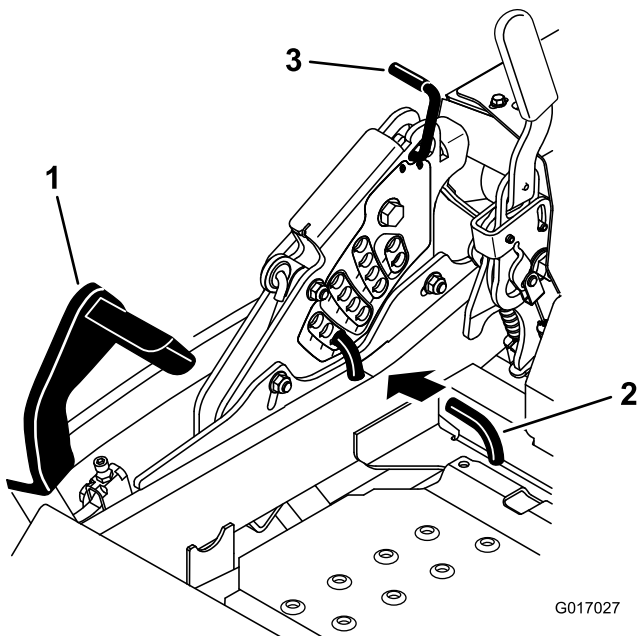

Figura 89
5. Empuje el pedal de elevación de la carcasa hacia delante del todo; la carcasa se enganchará en la posición de transporte de 14 cm (Figura 89).